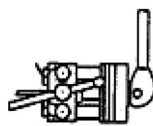

Fig. 3
- C. Tras preparar el tubo como se detalla, introduzca la tuerca de retén de la instalación colocándola en la parte trasera de la matriz. Introduzca el tubo en la matriz hasta que su extremo esté en línea con la matriz. Asegúrese que ambas matrices estén en contacto con los bloques traseros. Cierre el estribo de retén de las matrices y apriete las matrices. Compruebe que el tubo y las matrices estén siempre en posición. **(Fig. 3)**